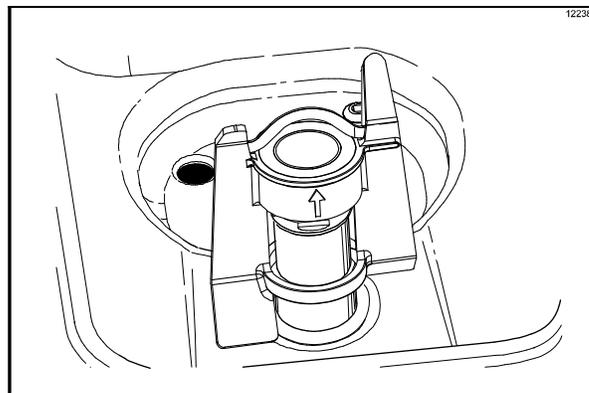

図161
16. アジテーターをアジテータードライブシャフトハウジングに取り付けます(図161を参照)。